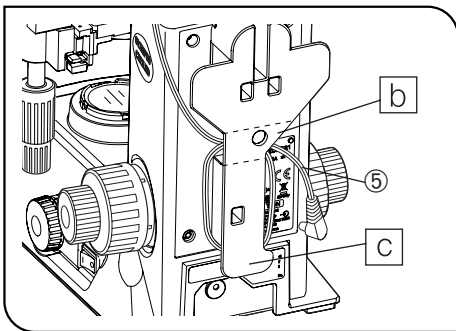

Рис. 26
3. Введите кабель ⑤ адаптера переменного тока в отверстие центральной части [b] подвески шнура. Затем опустите его вниз так, чтобы он проходил по периметру нижней части [c] подвески шнура, и пропустите его снова через отверстие [b] (рис. 26).